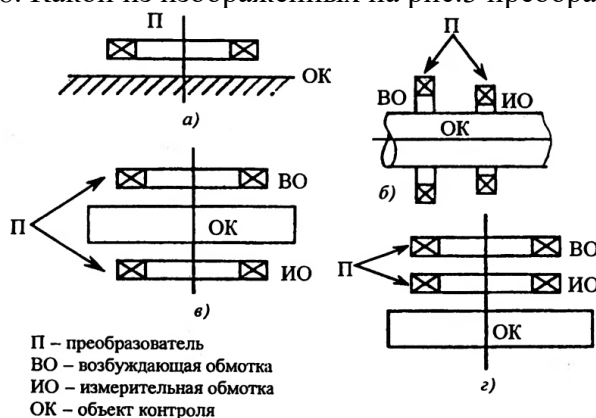

Рис. 3
8. Какой из изображенных на рис.3 преобразователей соответствует: